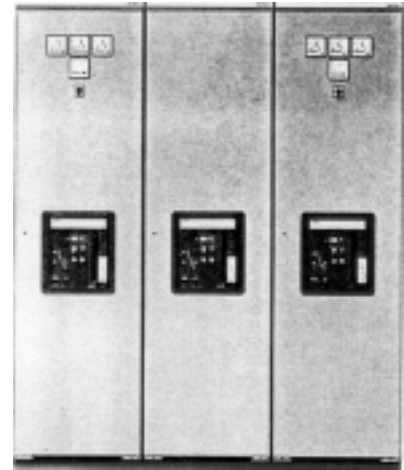

Fig. 4/1
- **3VF compact circuit-breaker (Fig. 4/2 d)**